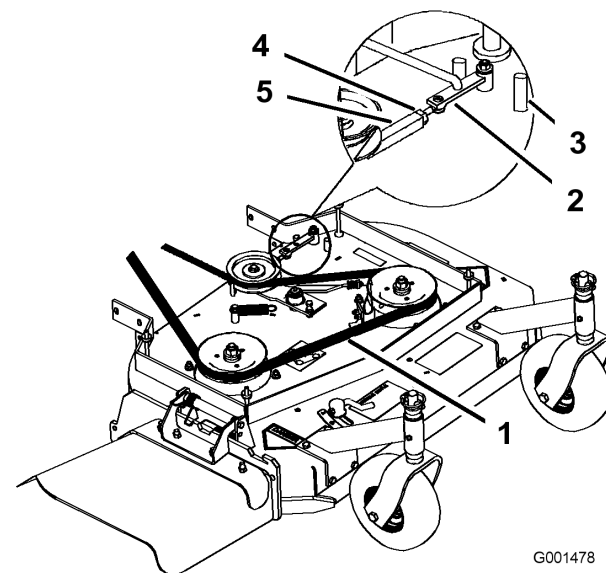

Figure 50
3. Desserrez le contre écrou sur le tendeur (Figure 50).
4. Tournez le tendeur vers l'arrière du plateau de coupe pour augmenter la tension sur la courroie. Tournez le tendeur vers l'avant du plateau de coupe pour réduire la tension sur la courroie (Figure 50).